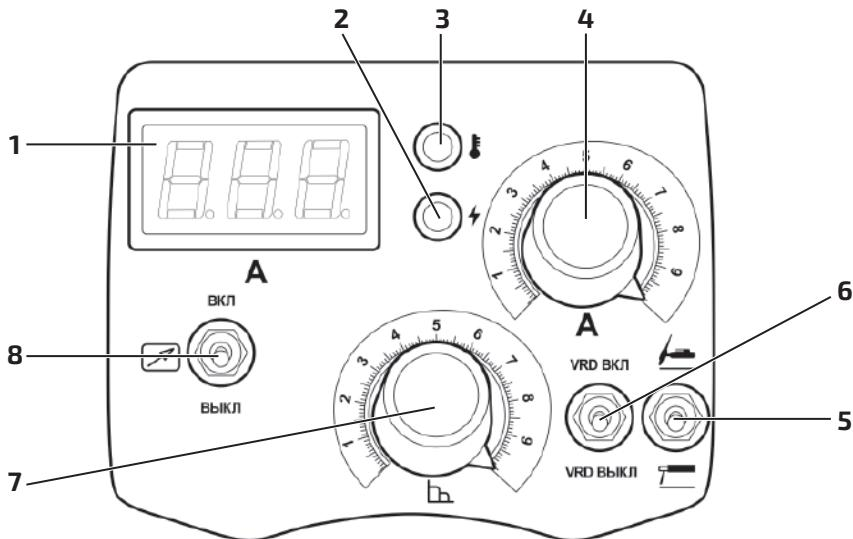

Рис. 6.1.1. Панель управления аппарата TECH ARC 250 B (Z203).
5	Панель управления (см. рис. 6.1.1).
**4.** Перейдите в режим MMA (см. рис. 6.1.1, п. 5) на передней панели сварочного аппарата.